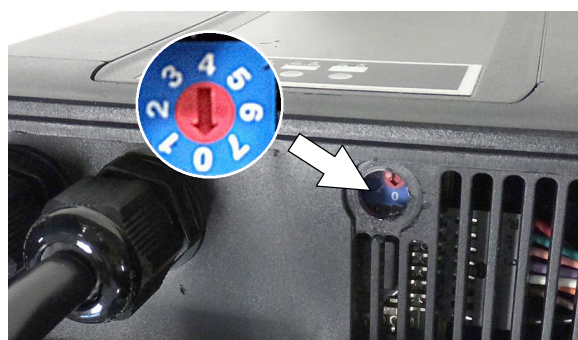

ABB. 119
6. Drehen Sie das Wählrad mit einem kleinen Standard- Schraubendreher entsprechend der folgenden Tabelle auf den passenden Batterietyp (Abbildung 119).